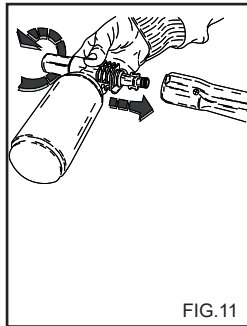

FIG.11
2) Retirer le rallonge de la poignée et monter le kit vaporisateur de détergent (fig.11) actionner le nettoyeur haute pression et vaporiser sur la surface à laver, de bas en haut.